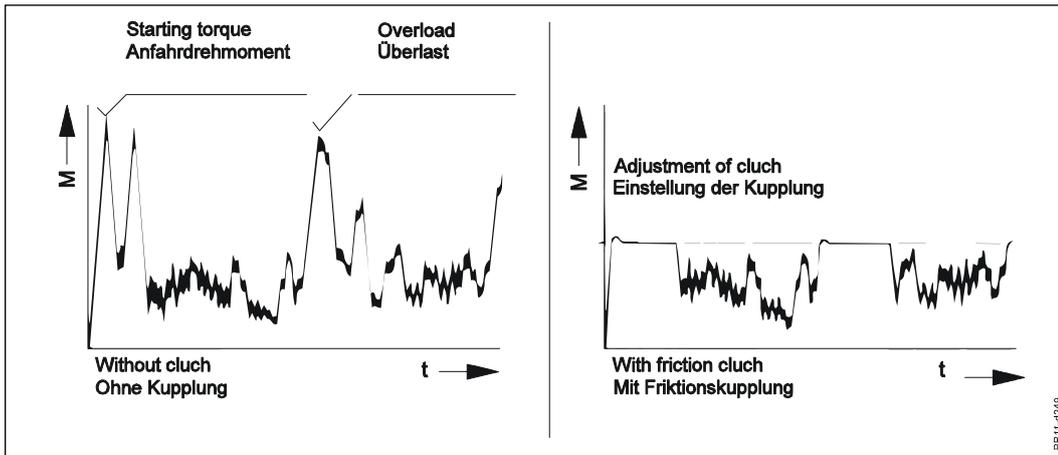

Fig. 5-2
**Fig. 5-2** Die Figur zeigt, wie die Kupplung die Transmission gegen hohe Momentspitzen sichert und gleichzeitig im Stande ist, das Moment hoch zu halten, während sie gleitet.